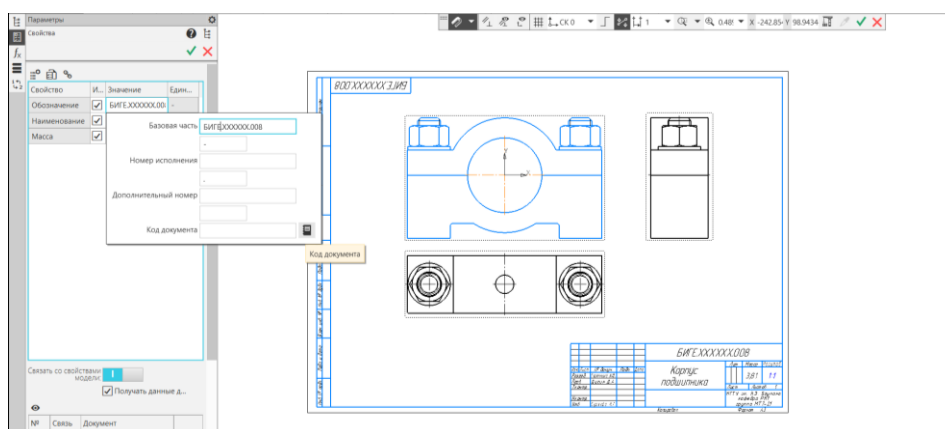
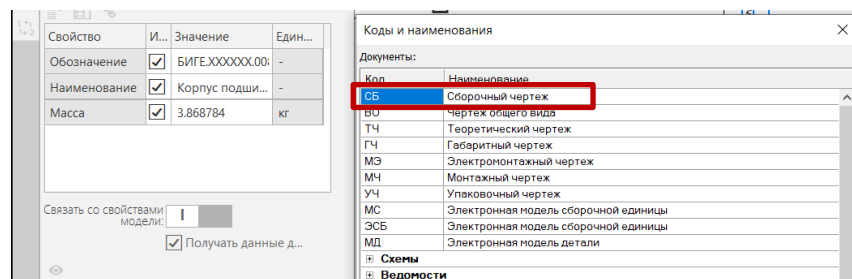

Рис. 4 Дерево чертежа. Свойства документа
Рис. 5 Назначение кода документа
- **Дерево чертежа – Свойства документа – Код документа** (рис. 4). Для сборочного чертежа выбрать код СБ (рис. 5).